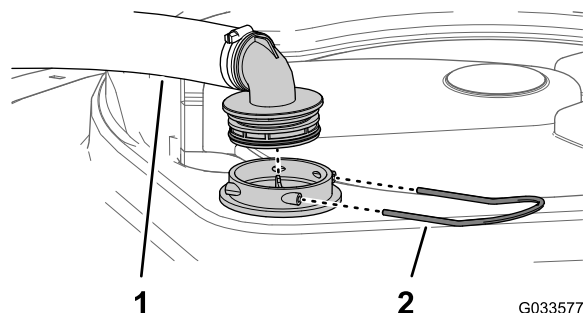

Figura 78
2. Na parte superior do depósito do pulverizador, retire a fixação que prende a união da mangueira unida à tubagem grande da estrutura do filtro (Figura 78).
3. Retire a tubagem e a união da tubagem da estrutura do filtro (Figura 78).